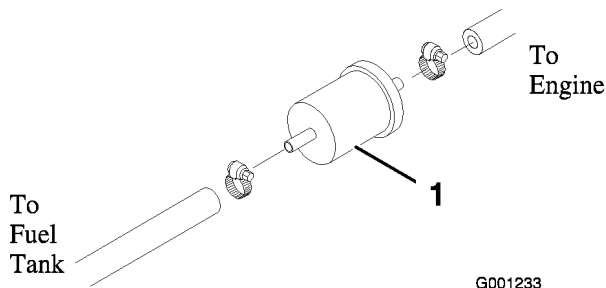

Figura 51
Substitua o filtro prévio de combustível (Figura 51), que se encontra localizado entre o depósito e a bomba de combustível, após cada 400 horas de funcionamento ou anualmente, o que acontecer em primeiro lugar.
1. Vede cada uma das tubagens de combustível que se encontram ligadas ao filtro de combustível, de modo a evitar o escoamento de combustível quando retirar as tubagens (Figura 51).